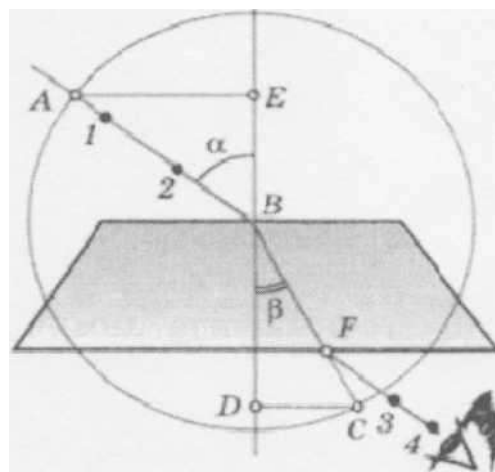

Рис. 2
6. Пластину снять и с помощью линейки прочертить входящий, выходящий и преломленный лучи (рис. 2).